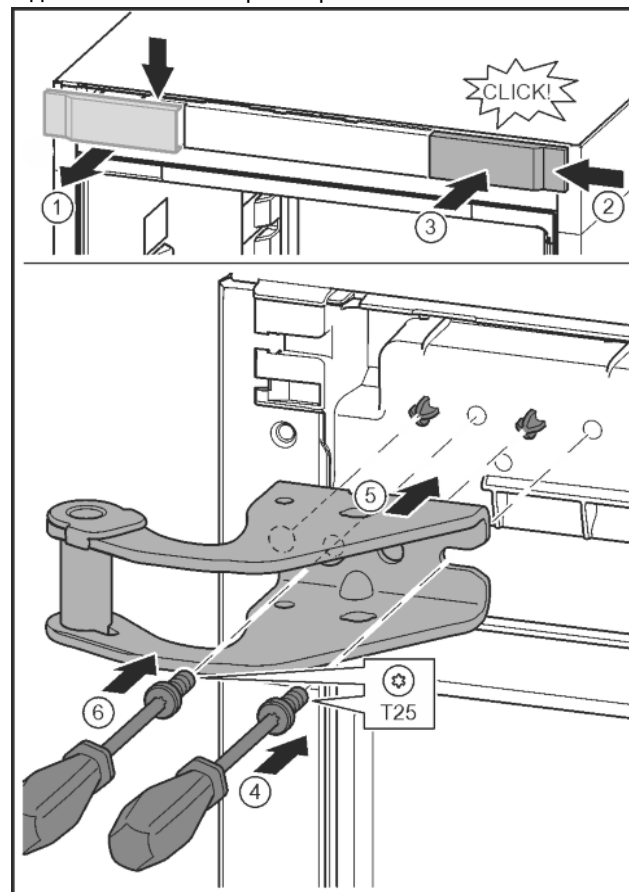

Fig. 15
- ▶ Відпустіть кришку та зніміть збоку. Fig. 15 (1)
- ▶ Почепіть кришку, що повернута на 180°, з іншого боку праворуч. Fig. 15 (2)
- ▶ Зафіксуйте кришку. Fig. 15 (3)
- ▶ Встановіть гвинт за допомогою викрутки T25. Fig. 15 (4)
- ▶ Встановіть верхній опорний кронштейн. Fig. 15 (5)
- ▶ Закрутіть гвинт. Fig. 15 (4)
- ▶ Встановіть та закрутіть гвинт за допомогою викрутки T25. Fig. 15 (6)